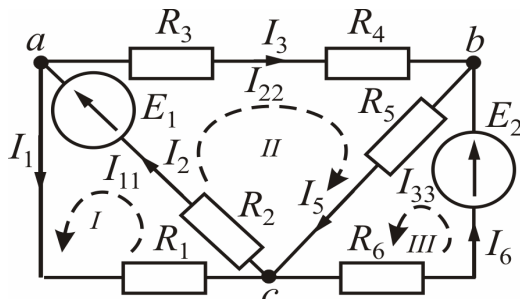

Рисунок 1.11
Для електричного кола, схему якого зображено на рис. 1.11 визначити струми в усіх вітках, користуючись методом контурних струмів, якщо  $E_1 = 100 \text{ В}$ ;  $E_2 = 50 \text{ В}$ ;  $R_1 = R_5 = 8 \text{ Ом}$ ;  $R_2 = 10 \text{ Ом}$ ;  $R_3 = 7 \text{ Ом}$ ;  $R_4 = 9 \text{ Ом}$ ;  $R_6 = 13 \text{ Ом}$ .
**Розв'язання.** Вибір незалежних контурів I, II, III, позначення контурних струмів  $I_{11}$ ,  $I_{22}$ ,  $I_{33}$  і напрям обходу контурів показані на рис. 1.11.